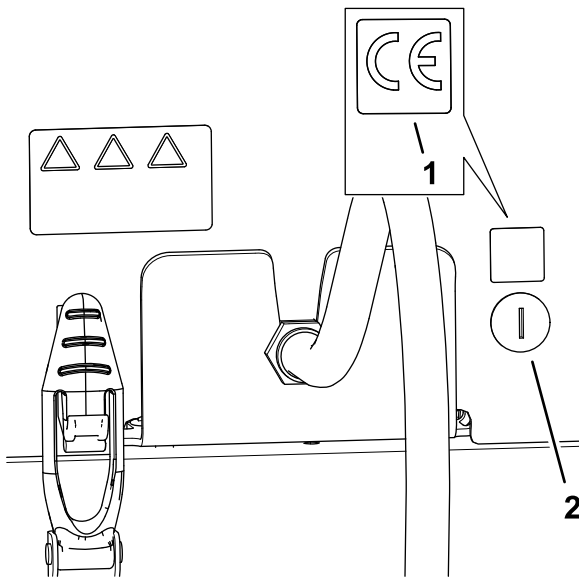

Figura 37
1. Utilice alcohol y un trapo limpio para limpiar la zona del capó alrededor del cierre del capó, y deje que el capó se seque (Figura 37).